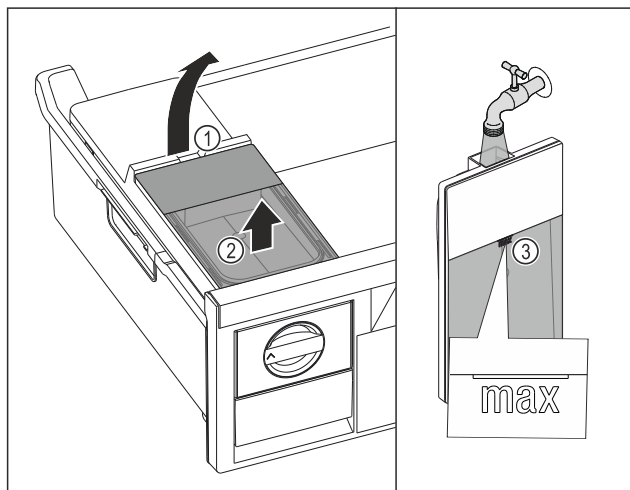

Fig. 42
- Sollevare il serbatoio dell'acqua dalla cavità Fig. 42 (1).
- Rimuovere il serbatoio dell'acqua estraendolo verso l'alto. Fig. 42 (2)
- Riempire il serbatoio dell'acqua con acqua potabile fino al contrassegno Fig. 42 (3).